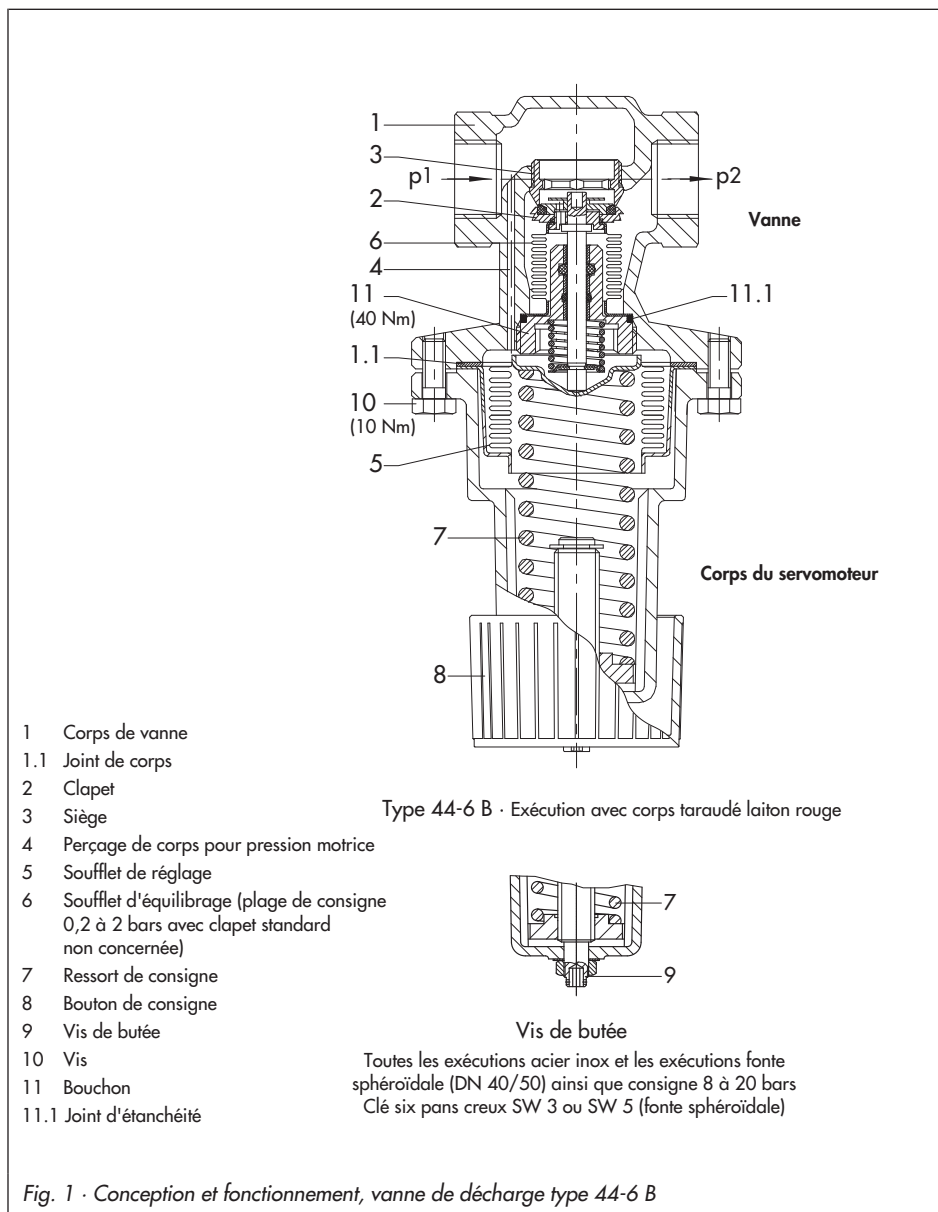

Fig. 1 · Conception et fonctionnement, vanne de décharge type 44-6 B
Voir aussi Fig. 1, page 5.
1. Tourner le bouton de consigne (8/9) dans le sens anti-horaire \curvearrowright pour détendre complètement le ressort de consigne (7).
2. Dévisser le bouchon (11), puis retirer le soufflet d'équilibrage (6) avec le clapet (2) et la tige de clapet.
5. Pour le montage, procéder en sens inverse (couples de serrage voir Fig. 1).
2. Dévisser les vis (10) sans à-coups.
3. Retirer la partie inférieure avec le ressort (7) et le soufflet de réglage (5).
6. Pour le montage, procéder en sens inverse (couples de serrage voir Fig. 1).